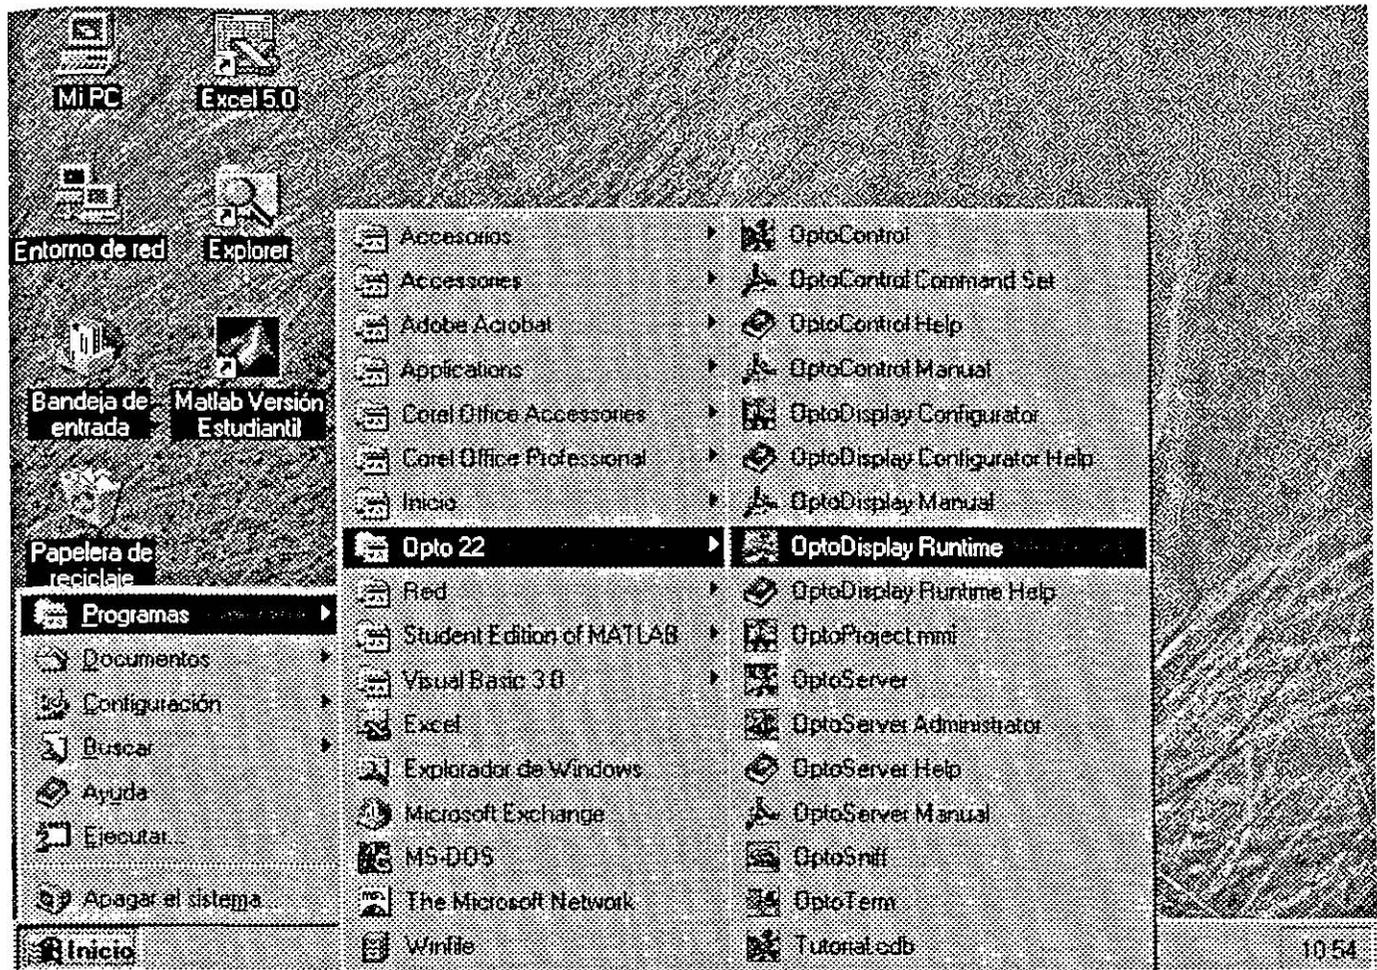

Fig. 5.8.3. Secuencia de Arranque del archivo **OptoDisplay Runtime**.
- ◆ Arranque del **OptoDisplay Runtime**, siguiendo la secuencia siguiente mostrada en la pantalla de la Fig. 5.8.3.